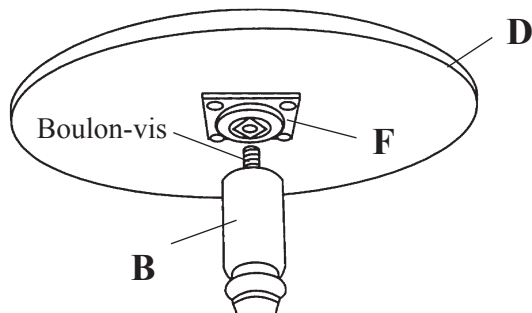

FIG. 2
2) Centrez la plaque de pied (F) sur le fond du dessus (D) de manière à ce que les quatre trous de vis ménagés dans la plaque soient au-dessus des trous préforés ménagés dans le dessus. Fixez la plaque de pied au moyen de quatre vis en laiton à tête ovale no. 8 x 5/8 po (G). Un boulon-vis a été installé à l'usine sur le socle. Insérez simplement le boulon-vis sur la plaque de pied, puis faites tourner le dessus (D) dans le sens des aiguilles d'une montre jusqu'à ce qu'il soit bien serré. Ne serrez pas à l'excès. Voir la FIGURE 2.